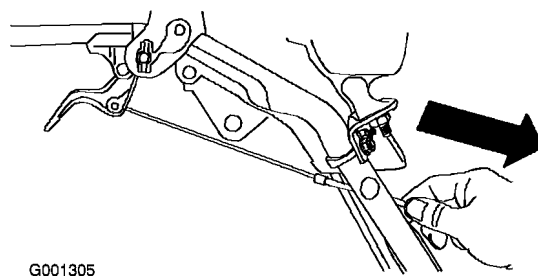

Figura 8
4. Abbassate con catela la guaina del cavo finché la leva della frizione ruota non si abbassa eliminando l'imbando dal cavo, quindi serrate a fondo il dado del serrafilò del cavo (Figura 8).